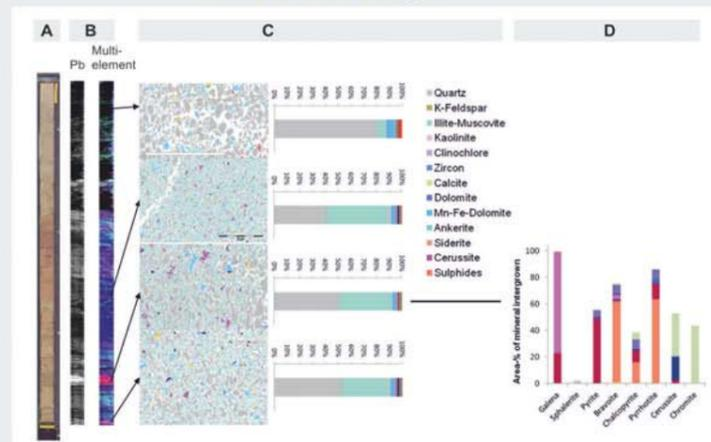

Abbildung 5: Beispielhafte Ergebnisse verschiedenskaliiger Untersuchungen anhand einer Tailinghalde.
- Umfangreiche mineralogische Untersuchungen (Abbildung 5)